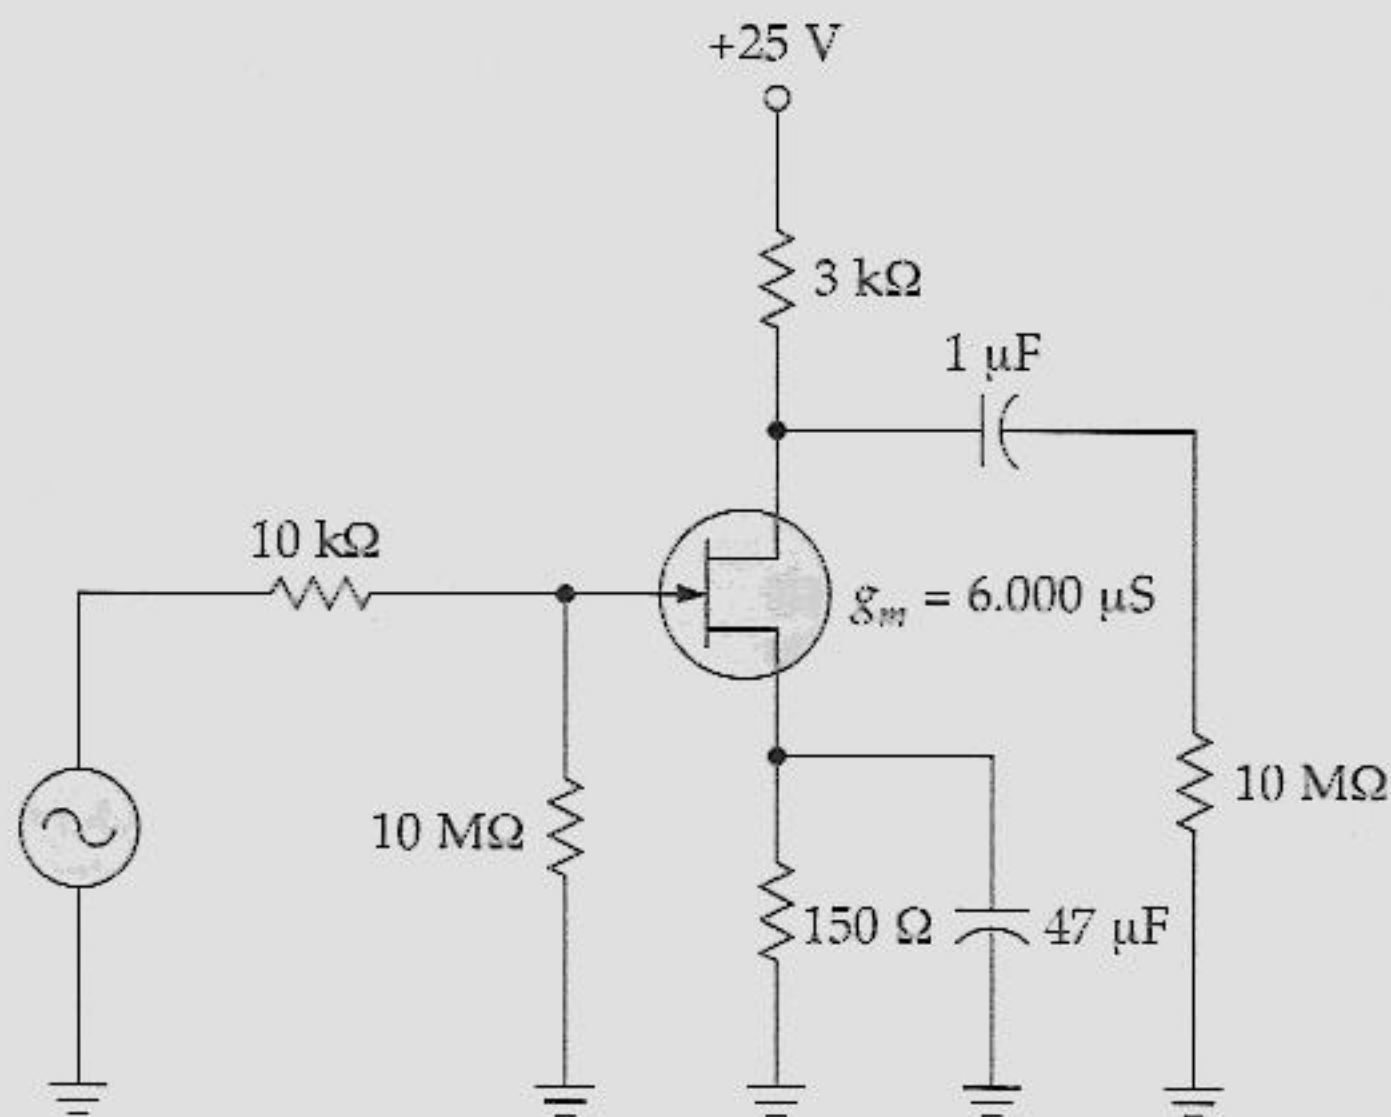

Figura 16.39
- 16.38 Qual a frequência crítica do circuito de acoplamento de saída na Figura 16.39?
- 16.39 O FET da Figura 16.39 tem essas capacitâncias: $C_{gs} = 6 \text{ pF}$, $C_{gd} = 4 \text{ pF}$ e $C_{ds} = 1 \text{ pF}$. Calcule as frequências críticas dos circuitos da porta e do dreno.